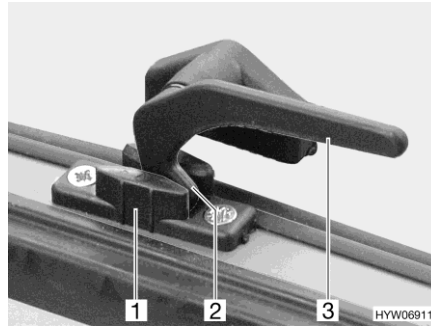

Fig. 43 Palanca de bloqueo (posición de "ventilación continua")
- En la posición "ventilación continua" (Fig. 43)
- Girar todas las palancas de bloqueo (Fig. 43,3) un cuarto de vuelta hacia la mitad de la ventana.
- Girar de nuevo hacia atrás las palancas de bloqueo. El saliente de bloqueo (Fig. 43,2) se ha de introducir para ello siempre en el rebaje del bloqueo de la ventana (Fig. 43,1).